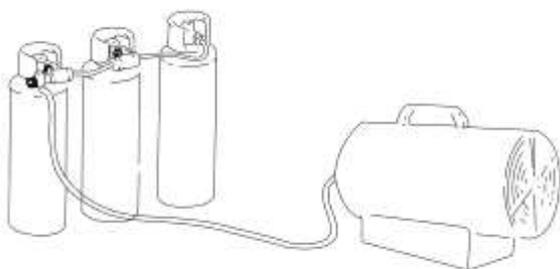

Рис.2
- 1.9. Если нагреватель работает в течение долгого времени на максимальной мощности, возможно образование льда на баллоне. Это происходит из-за интенсивного испарения. Но ни по этой, ни по какой-либо другой причине баллон не должен нагреваться. Чтобы избежать этого явления или, по крайней мере, уменьшить его, следует использовать баллон большего размера или два баллона, соединенных друг с другом (Рис. 2).